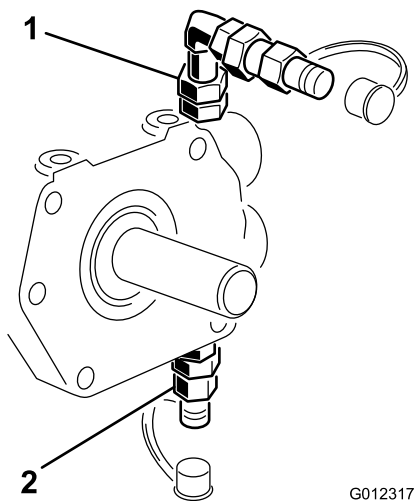
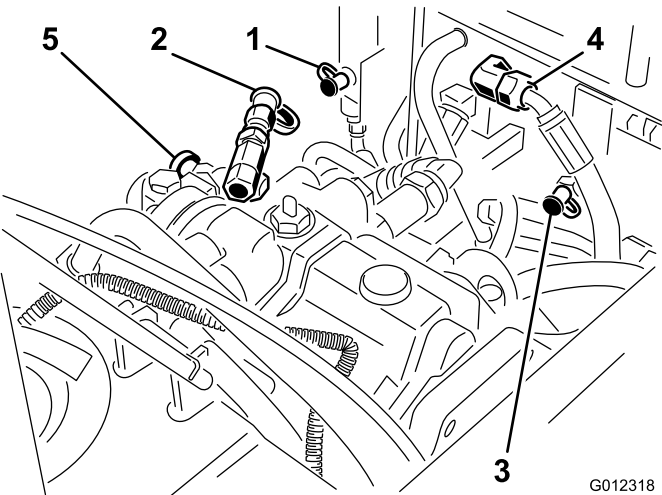

Figure 46
Figure 47
Les prises d'essai (Figure 46 et Figure 47) servent à contrôler les circuit hydrauliques. Contrôlez toutes les pressions lorsque le moteur tourne au régime maximum et que l'huile hydraulique est à la température normale de fonctionnement. Pour tout renseignement
- Les prises d'essai de marche avant et arrière (Figure 46) (derrière les moteurs de roues) ont un tarage de décharge normal d'environ 5300 psi et une pression de charge 50 à 150 psi. Utilisez un manomètre avec une échelle de 7 500 à 10 000 psi.